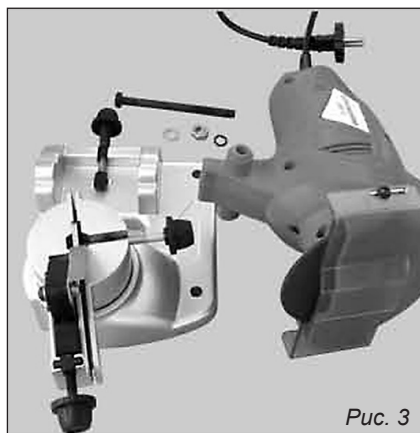

Рис. 3
- Смонтируйте электродвигатель на основании **3** (рис. 3).